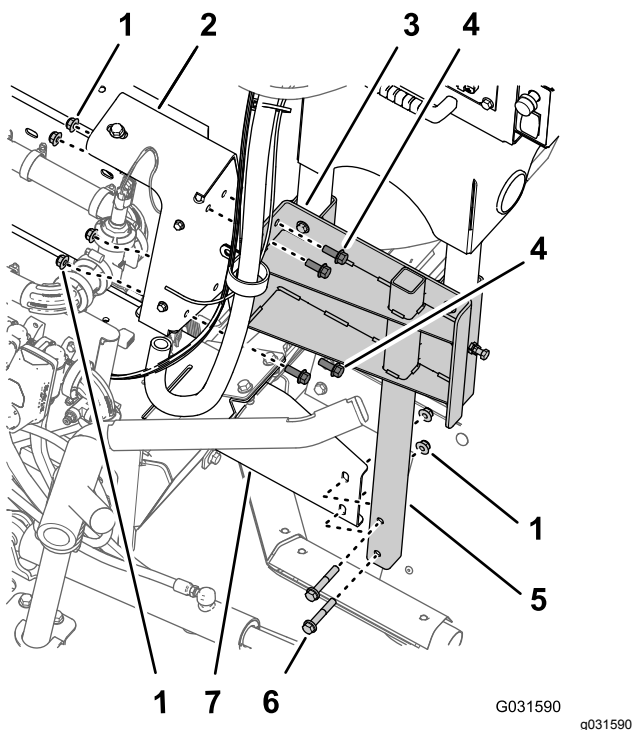

Figura 182
2. Alinee los orificios en el perfil de soporte para el carrete de manguera giratorio con los orificios en el bastidor del distribuidor para las válvulas de fumigador (Figura 182).
- Alinee los orificios en el bastidor del tubo inferior del carrete de manguera giratorio con los orificios en el soporte de montaje en el perfil de bastidor derecho de la máquina (Figura 182).
- Monte el perfil de soporte al bastidor del distribuidor (Figura 182) con los 4 pernos con arandela prensada ($\frac{3}{8}$ " x 1") y las contratueras con arandela prensada ($\frac{3}{8}$ ") que retiró en el paso 3 de Retirada del carrete de manguera giratorio del bastidor del distribuidor (página 16).
- Monte el bastidor del tubo inferior al soporte de montaje (Figura 182) con los 2 pernos con arandela prensada ($\frac{3}{8}$ " x $2\frac{1}{4}$ ") y las 2 contratueras con arandela prensada ($\frac{3}{8}$ ") que retiró en el paso 2 de Retirada del carrete de manguera giratorio del bastidor del distribuidor (página 16).